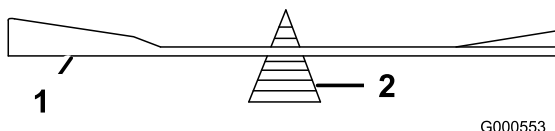

Figura 48
2. Verifique el equilibrio de la cuchilla colocándola sobre un equilibrador de cuchillas (Figura 48).